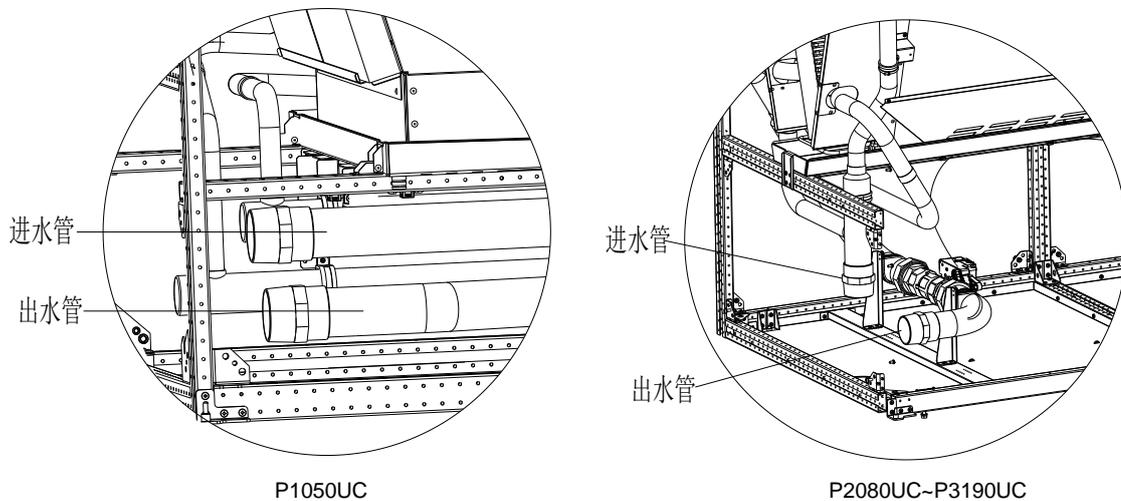
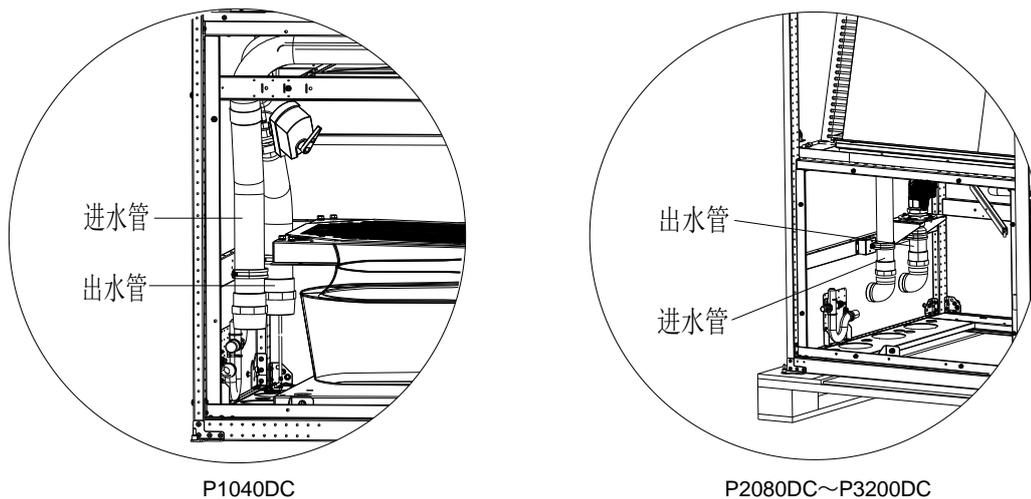

图3-16 上出风机组冷冻水水管连接示意图
图3-17 下送风机组冷冻水水管连接示意图
1. 冷冻水进、出水管通过螺纹（可选配法兰或焊接接口方式）与冷冻水机组连接，如图 3-16、图 3-17 所示。进、出水管应按机组处标示螺纹连接，请勿接反。冷冻水进、出水管可从底板或侧板连接，管道进口位置请参见图 3-16、图 3-17。进、出水管于机组连接处应有软接头。进水管应装设 60 目以上水过滤器，便于清除管道中的杂质。冷冻水进水管需安装多个隔离阀，用来检修时切断水源。其中一个隔离阀可以是平衡阀。带有平衡阀的冷冻水系统，其效率会更高，并且能够更准确地控制水量分布。具体布置可参照图 3-1 所示。